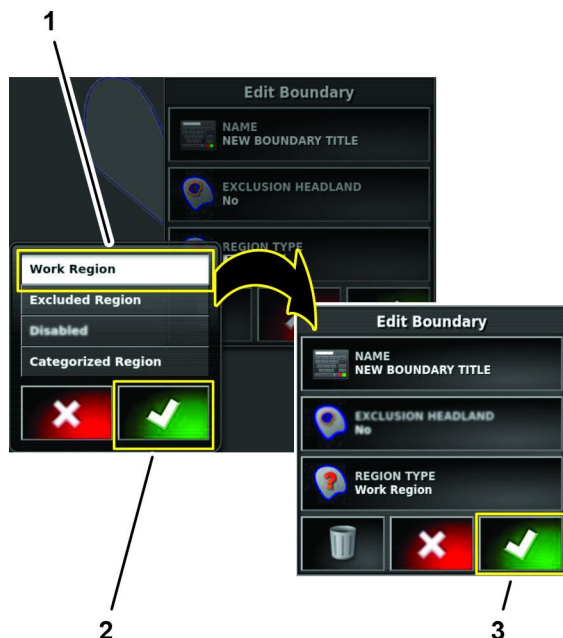

Figure 60
2. Dans la boîte de dialogue Type de zone, appuyez sur l'icône ZONE DE TRAVAIL, puis sur l'icône de confirmation (Figure 60).
3. Dans la boîte de dialogue Modifier une limite, appuyez sur l'icône de confirmation (Figure 60).